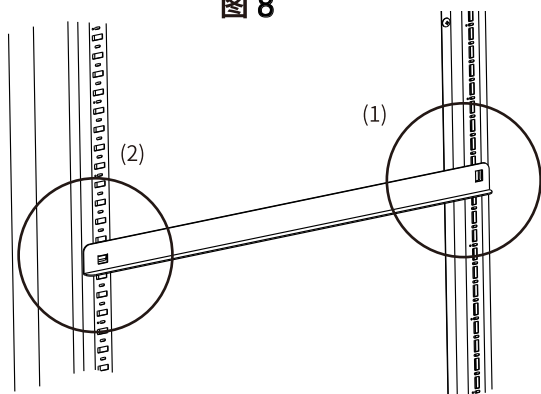

图 9
- * 若要安装导轨，(1)请将导轨挂钩向后推入后层板立柱上的方孔，(2)然后将导轨挂钩向下推入前层板立柱上的方孔。若要拆下导轨，请按照与上述相反的步骤操作。详见图9。